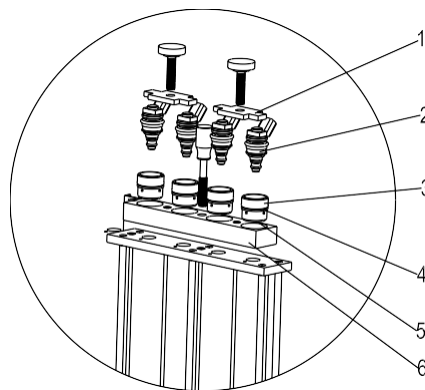

Рис. 05
- 4) Установить распределитель топлива и форсунки на подпорку топливного распределителя и зафиксировать их двумя рифлеными болтами (черными). См. Рис.05.